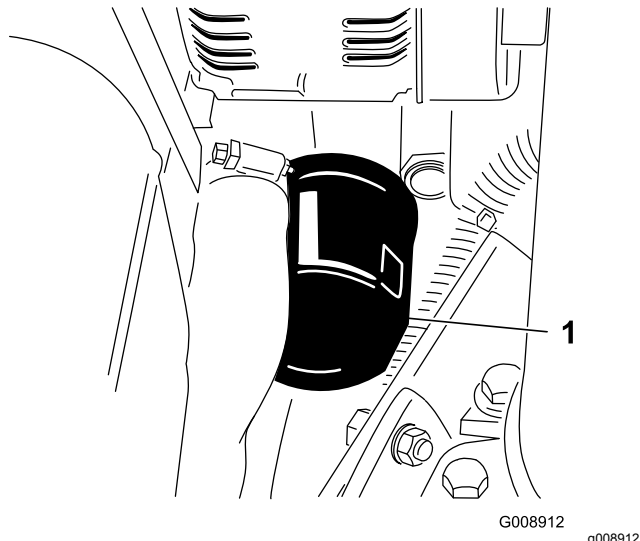

Figura 50
- Togliete il filtro dell'olio (Figura 50).